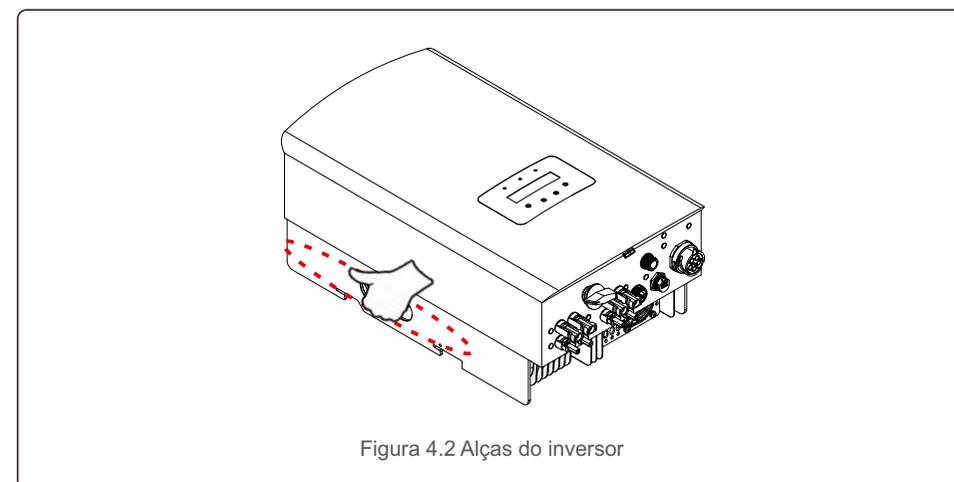

Figura 4.2 Alças do inversor
2. Abra a caixa e, em seguida, manuseie os dois lados do inversor através da área indicada pela linha pontilhada (consulte a figura 4.2).